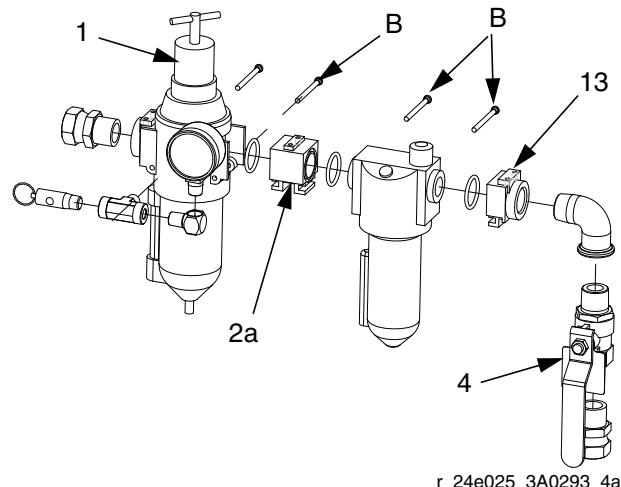

FIG. 2
Libérez l'air emprisonné entre la vanne et le moteur à air comprimé lorsque la vanne est fermée. Assurez-vous que cette vanne de purge est facilement accessible à partir de la pompe et qu'elle est placée en aval du filtre à air/régulateur d'air (1). Fig. 2
Il règle la vitesse et la pression de sortie de la pompe en ajustant la pression d'air à la pompe. Il élimine aussi les impuretés et l'humidité dangereuses contenues dans l'air comprimé. Placez le régulateur le plus près possible de l'équipement qu'il régule, mais **en amont** de la vanne principale de type purgeur (3). Montez le régulateur sur la conduite d'air de sorte que la direction de la circulation de l'air corresponde à la flèche marquée sur le corps. Fig. 2.
2. Enlevez la broche (B) de la sortie du filtre/régulateur. FIG. 2.
4. Faites sortir l'insert à extrémité filetée (13) avec le raccord de sortie encore monté dessus.
5. Installez le connecteur modulaire (2a) (fourni avec joints toriques et graisse) entre le filtre/régulateur et le lubrificateur (L).
6. Installez l'insert à extrémité filetée (13) sur la sortie du lubrificateur (L) avec joint torique et graisse.
7. Montez les trois broches de fixation (B).
Le lubrificateur débite de l'huile dans la veine d'air en mouvement pour lubrifier automatiquement les moteurs pneumatiques. Un réglage manuel dans le carter (F), Fig. 2, fixe le taux de goutte à goutte de l'huile dans la veine d'air, ce qui peut être contrôlé par un voyant. Une à deux gouttes d'huile par minute ordinairement. Utilisez une huile de viscosité de 50 à 200 SUS (ISO qualité 7 à 46) à 38 °C (100 °F), comme l'huile de moteur Graco, Pièce no. 202659.
1. Dévissez le bouchon (L, FIG. 2) et faites le plein d'huile. La capacité du lubrificateur est de 0,2 litre (7 oz).
2. Fermez toutes les vannes d'air principales de type purgeur, y compris la vanne d'air (3) fournie avec le système. FIG. 2.
3. Tournez la poignée en T du régulateur à fond dans le sens contraire aux aiguilles d'une montre si vous voulez démonter la cuve du filtre à air/régulateur d'air (1) ou réparer le filtre à air/régulateur d'air.
4. Ouvrez lentement le filtre à air/régulateur d'air (1), FIG. 2. Utilisez le filtre à air/régulateur d'air pour contrôler la vitesse de la pompe et la pression du fluide. Utilisez toujours la pression d'air la plus faible possible nécessaire pour obtenir les résultats désirés. Des pressions élevées entraînent une usure prématuée de la buse et de la pompe.